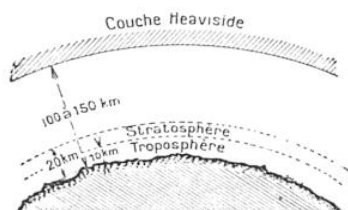
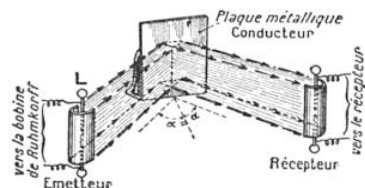

FIG. 1. — LA COUCHE D'HEAVISIDE EST UNE COUCHE IONISÉE QUI ENTOURE LA TERRE À UNE ALTITUDE DE 100 À 150 KILOMÈTRES
FIG. 2. — EXPÉRIENCE DE HERTZ MONTRANT LA RÉFLEXION DES ONDES COURTES SUR UNE PLAQUE MÉTALLIQUE CONDUCTRICE
ion positif et à un ou plusieurs électrons libres. On sait que le gaz ionisé devient alors conducteur d'électricité. L'ionisation des couches supérieures de l'atmosphère est due, en partie, au rayonnement ultraviolet du soleil, aux rayons cosmiques (1), au rayonnement tellurique et à d'autres causes encore ignorées. Cette couche ionisée (fig. 1) entoure la terre et joue sur les ondes hertziennes le rôle d'un miroir réfléchissant qui renvoie les ondes de quelques centaines de mètres produites par les stations émettrices, de la même façon qu'une plaque métallique parabolique réfléchit les ondes de quelques centimètres dans l'expérience classique de Hertz (fig. 2). C'est précisément cette onde réfléchie qui, en atteignant le poste récepteur s'ajoute à l'onde directe et produit l'accroissement d'énergie que nous avons signalé. C'est également ce phénomène de réflexion qui permet de communiquer avec les stations situées aux antipodes, ou de transmettre des signaux aux postes éloignés sans s'occuper de la rotondité de la Terre.